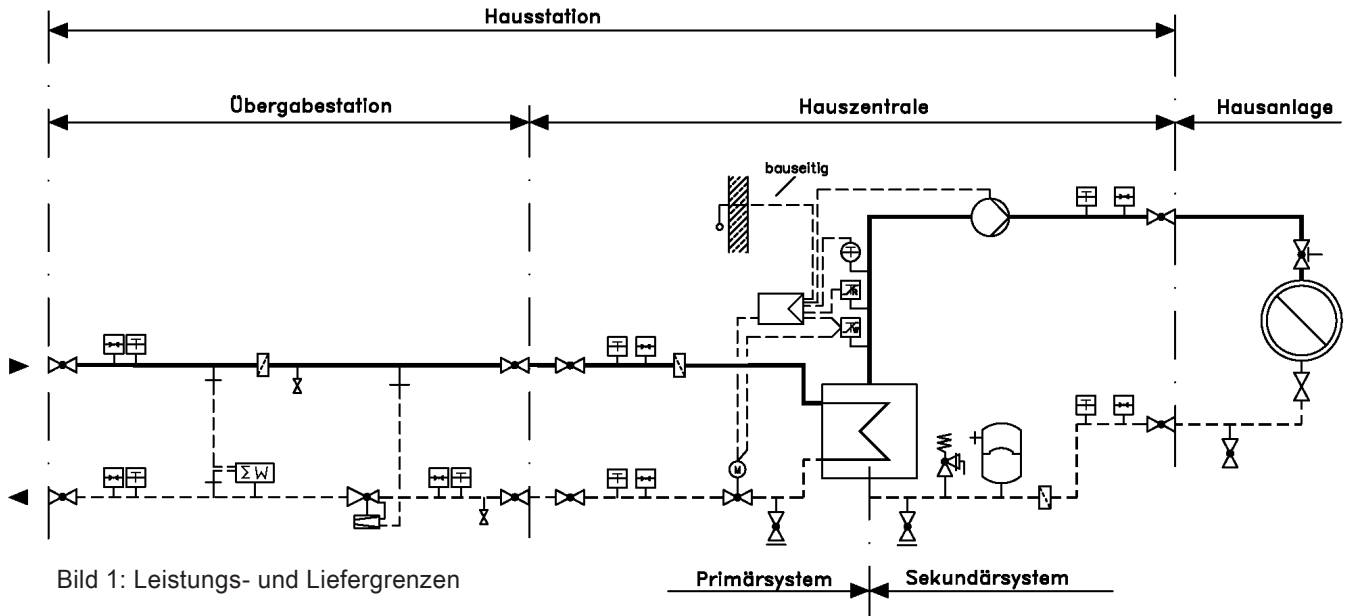

Bild 1: Leistungs- und Liefergrenzen
- Wärme.Pur: Produkt des FVU, das die Lieferung von Wärme bis zur Übergabestelle hinter der Übergabestation einschließt (vgl. Bild 1). Die Schnittstelle zwischen Übergabestation und Hauszentrale stellt die Liefer-, Zuständigkeits- und Eigentumsgränze dar, so dass die Hauszentrale vom Anschlussnehmer zu erstellen und zu betreiben ist.
- Wärme.Komfort: Produkt des FVU, das die Lieferung von Wärme bis hinter der Hausstation (bestehend aus Übergabestation und Hauszentrale, vgl. Bild 1) einschließt. Die Schnittstelle zwischen Hausstation und Hausanlage stellt die Liefer-, Zuständigkeits- und Eigentumsgränze dar, so dass die Hauszentrale vom FVU erstellt und betrieben wird, i.d.R. als Kompaktstation (s. 6).